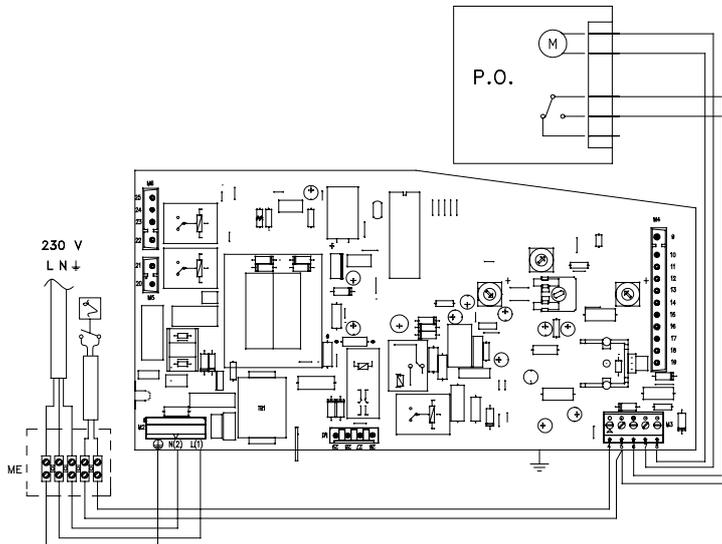

fig. 5
- Para conectar el termostato ambiente referirse al esquema de la fig. 5. Tener en cuenta que los cables del termostato ambiente deben soportar 230 V
- Volver a colocar la tapita (H)